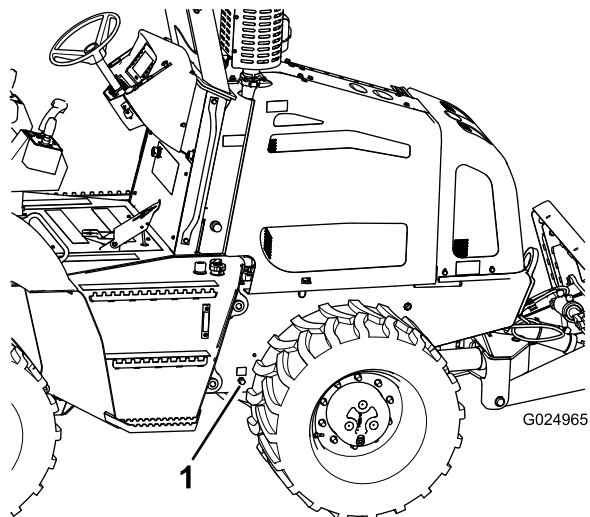

Figura 69
4. Posicione uma bandeja de drenagem com capacidade mínima de 20 L (21 qt dos E.U.A.) sob o bico de drenagem do óleo do motor (Figura 69).
5. Remova completamente a tampa do bico de drenagem e aguarde o escoamento completo do óleo do motor (Figura 69).
7. Instale a tampa no bico de drenagem (Figura 69).
1. Remova a tampa do tubo de enchimento da cobertura da válvula girando a tampa e puxando-a para cima (Figura 69).